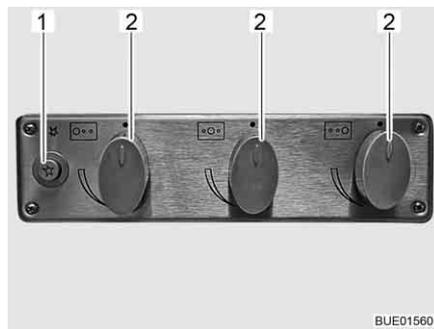

Fig. 168 Boutons de commande pour le réchaud à gaz
- Tourner le bouton tournant (Fig. 168,2) du brûleur désiré en position d'allumage (grande flamme).
- Presser le bouton-poussoir (Fig. 168,1).